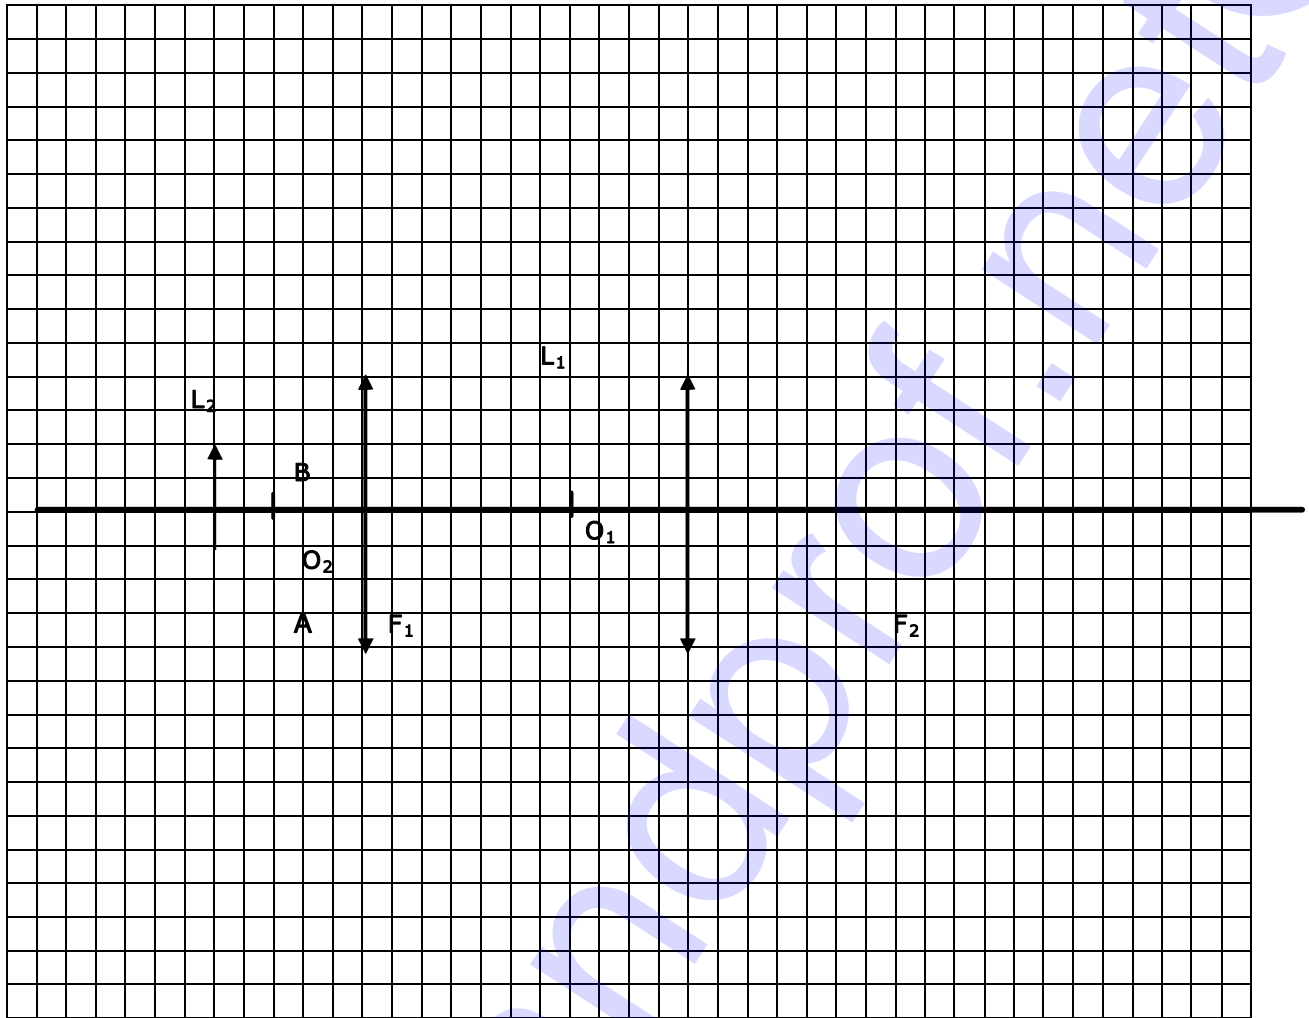

Figure 3
- Construire dans la figure 3 du document à remettre avec la copie, l'image définitive  $\overline{A''B''}$  donnée de  $\overline{AB}$  par le système de lentilles  $L_1$  et  $L_2$ . On laissera apparents tous les traits ayant servi à la résolution. 1,75 pt